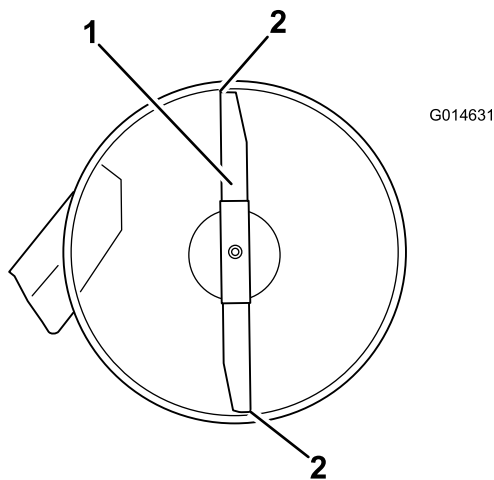
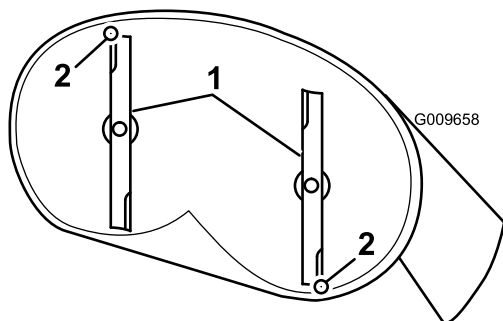

Figura 56
Figura 57
4. Gire cuidadosamente las cuchillas colocándolas en el sentido de avance de la máquina (Figura 56 y Figura 57).
5. Mida entre la punta de la cuchilla delantera y la superficie plana y entre la punta de la cuchilla trasera y la superficie plana (Figura 56).
9. Después de realizar el ajuste, compruebe de nuevo la inclinación longitudinal, y siga ajustando la tuerca hasta que la punta de la cuchilla delantera esté entre 1,6 y 7,9 mm (1/16 a 5/16 pulgada) más baja que la punta de la cuchilla trasera (Figura 56).